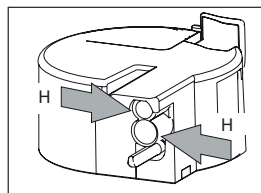
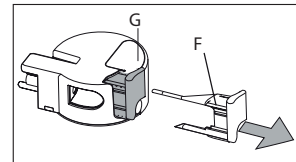

Fig. 46
Fig. 47
- ▶ Sfilare il cursore (F) tirandolo verso l'esterno.
- ▶ Lavare accuratamente tutti i componenti con acqua calda e detersivo delicato. Prestare una particolare attenzione che all'interno dei fori (Fig. 46) e sul canalino situato sulla punta sottile del cursore non rimangano residui di latte (Fig. 47).